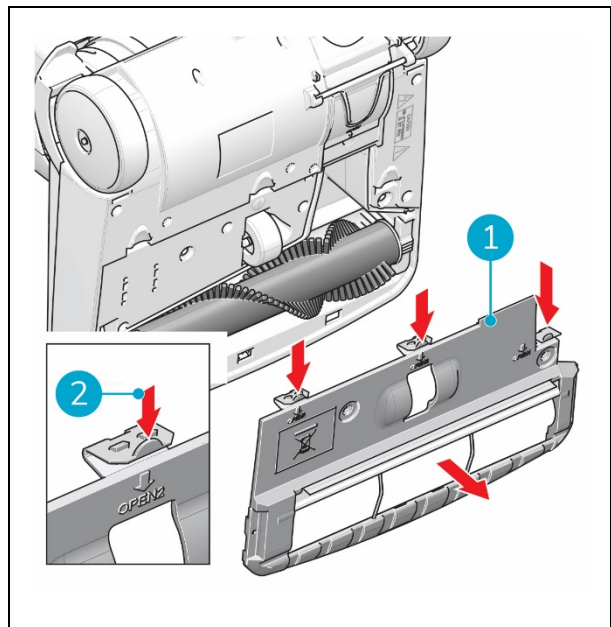

Figura 25
3. Presiona hacia abajo los tres clips (Figura 25, pos. 2).
4. Retira la placa de cubierta (Figura 25, pos. 1).
8. Coloca de nuevo la placa de cubierta (Figura 25, pos. 1), coloca primero las tres levas inferiores en su posición.
9. Cierra la placa de cubierta. Cuando los tres clips (Figura 25, pos. 2) hacen clic, está bloqueada.